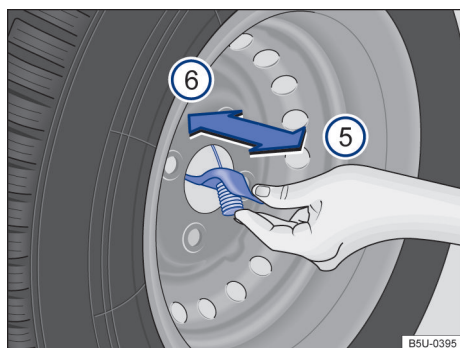

Fig. 175 Na roda de emergência: remover o cabo da roda de emergência.
- Colocar a roda de emergência na posição vertical → Fig. 175.
- Retirar o gancho pelo furo central da roda, no sentido da seta ⑥.
- Inserir o gancho pelo furo central da roda, no sentido da seta → Fig. 175 ⑤.